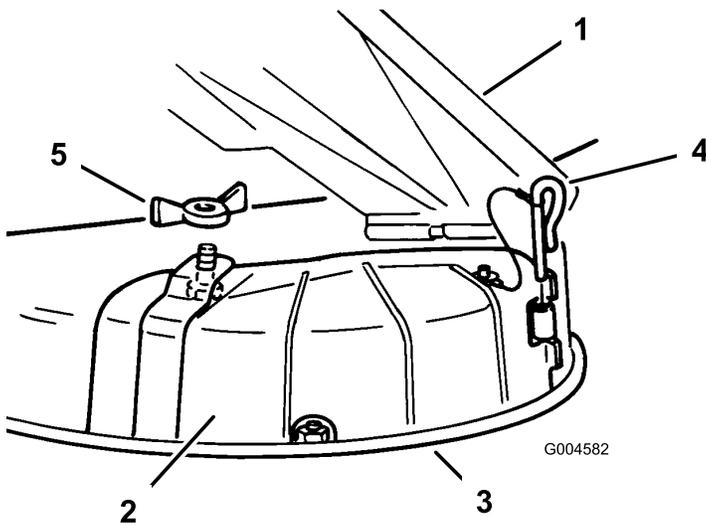

Figura 24
3. Togliete il dado ad alette e il bullone di posizionamento del coperchio (Figura 24). Conservate tutte le parti per il successivo utilizzo.
4. Rimuovete il perno della cerniera che fissa il coperchio al piatto (Figura 24).
3. Sollevate il deflettore per l'erba, posizionate il coperchio di scarico sull'apertura del bordo inferiore del tosaerba ed inseritelo sulla parte anteriore della cerniera (Figura 24).
4. Fate scorrere il perno di cerniera sulla cerniera (Figura 24).
5. Fissate il coperchio di scarico al tosaerba con il dado ad alette (Figura 24).